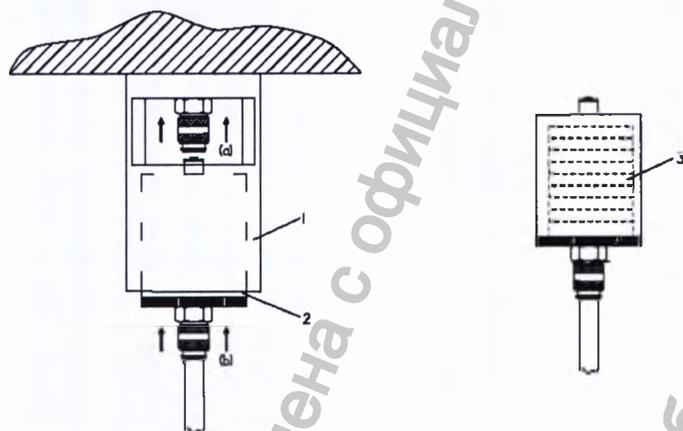

Рис.7
- Картридж фильтра (Рис.7/(3))
- Металлический кожух (Рис.7/(2))
Отсоединение фильтра для воды (Рис. 7) и подготовка к стерилизации:
Закройте кран подачи воды и нажимайте на ручку для воды (рис.1 (3)), пока давление не упадет и струя не прекратится. Откройте заслонку –(рис.7а) между ЛОР-комбайном и ящиком для фильтра. Ящик для фильтра (рис.7(2)) можно вынуть из его кожуха. Слейте оставшуюся воду из трубки и ящика для фильтра, нажав на управляющий рычаг ручки для воды. Вода вытечет под действием силы тяжести, ящик для фильтра нужно держать
Фильтр для воды можно стерилизовать в автоклаве целиком. Нет необходимости отсоединять трубку/ручку для воды от ящичка для фильтра или вынимать картридж фильтра (рис.7а).
Картридж фильтра (рис.7(3)) (артикул 69884) необходимо менять каждые полгода: Подробности см. в руководстве по сервисному обслуживанию